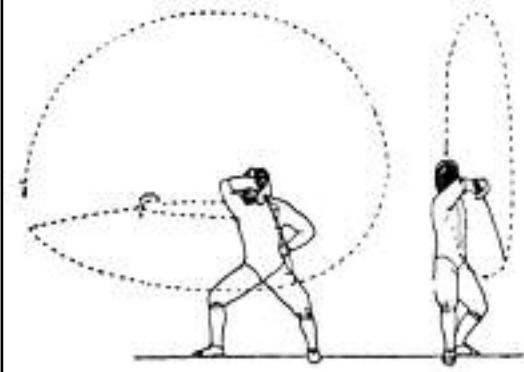

Рис. 75. Круг по голове слева
1) По команде «с кругом слева голову руби» по первому счету: рука, сгибаясь в локте, несет оружие острием вниз (почти вертикально) в положение замаха по голове слева. По счету два: удар по голове, как указано выше (рис. 75);